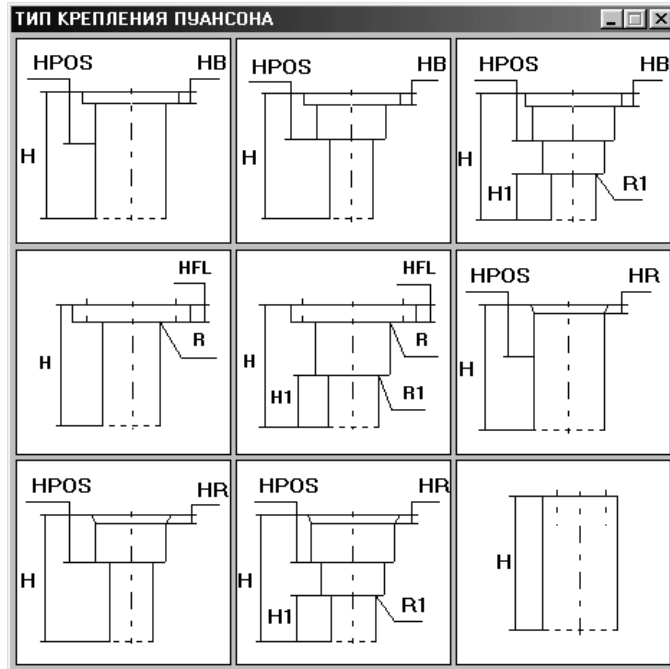

Рисунок 1.63 – Слайдове меню типу кріплення пуансона
– потім зі слайдового меню (рис. 1.63) вибирається тип кріплення пуансона. У системі КОМПАС-ШТАМП передбачені наступні типи